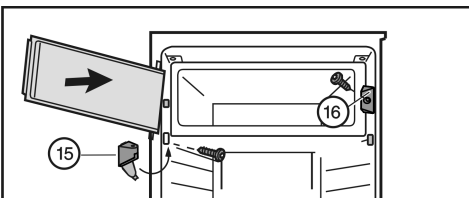

Fig. 8
- Verschlussstück Fig. 8 (16) montieren.
- Lagerbock Fig. 8 (15) montieren und Abdeckung zuklappen.